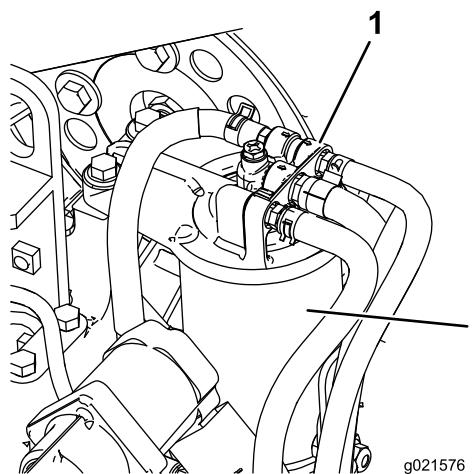

Figure 75
1. Nettoyez la surface autour de la tête du filtre à carburant (Figure 75).
2. Déposez le filtre et nettoyez la surface de montage de la tête du filtre (Figure 75).